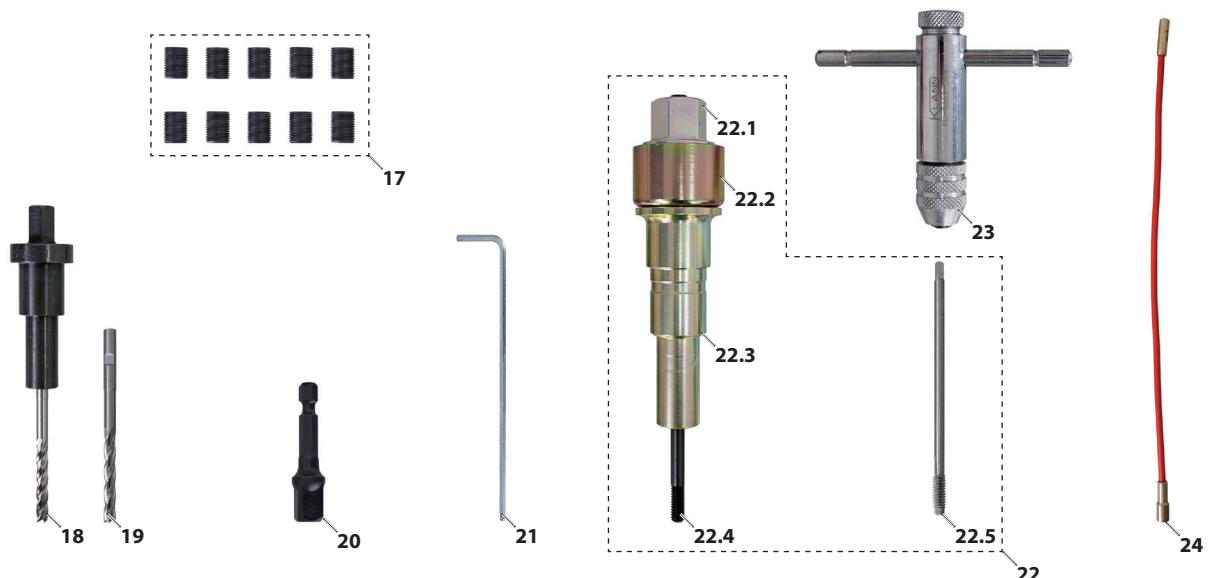

Abb. 1: Druckluftadapter "9" einsetzen.
3. Einspritzdüse am entsprechenden Zylinder ausbauen und Druckluftadapter "9", wie in **Abb. 1** gezeigt, einsetzen.
4. Druckluftadapter "9" an Druckluft anschließen, Absperrventil noch geschlossen halten. (**Abb. 1**)